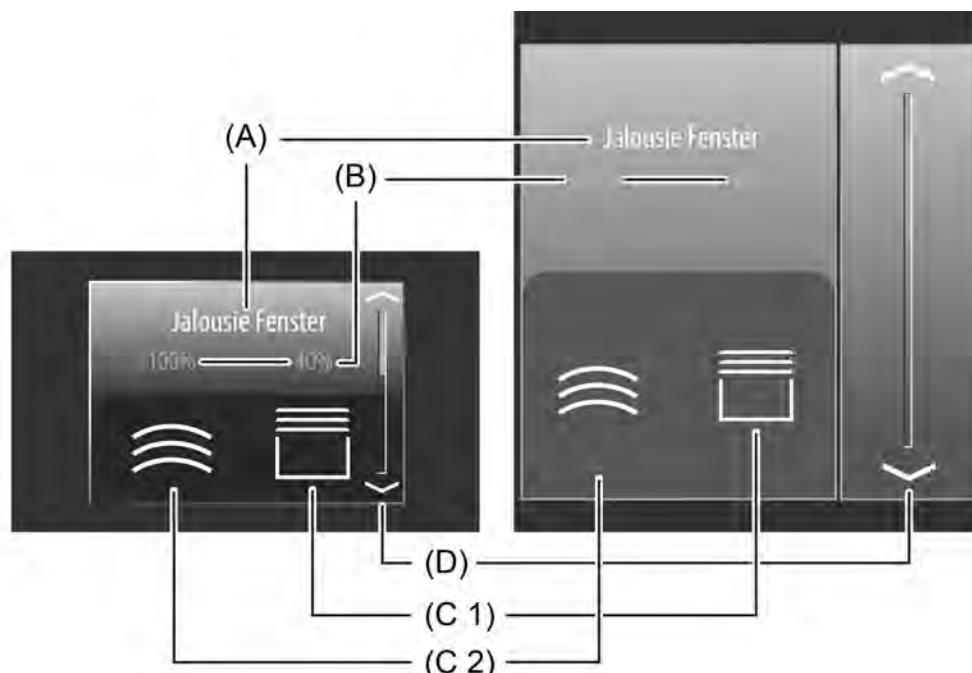

Bild 34: Beispiel für Bedien- und Anzeigeelement der Kanalfunktion
Der Anzeigebereich enthält verschiedene Darstellungselemente (Bild 34), die durch ETS-Parameter beeinflusst werden. Jedem KNX Kanal kann in der ETS eine Bezeichnung vergeben werden (A). Diese Text-Bezeichnung wird im Anzeigeelement zentriert zur Anzeige gebracht, wodurch steuerbare KNX Funktionen für den Anwender kenntlich gemacht werden (z. B. "Jalousie Fenster"). Zusätzlich kann unterhalb der Bezeichnung ein Statuswert (B) eingeblendet werden, der abhängig vom Objektwert der Positions-Rückmeldung des angesprochenen Jalousie- oder Rolladenaktors Positionswerte im Klartext anzeigt ("0...100 %"). Solange nach einem Gerätereset noch kein Rückmeldungs-Objektwert empfangen wurde, zeigt der Statuswert "---%" an.
Bei der Kanalfunktion "Jalousie/Rolllade (Step/Move/Step)" wird im Sensorelement ein Bargraph (D) angezeigt (Bild 34). Der Bargraph zeigt anhand der Positions-Rückmeldung des angesprochenen Jalousie- oder Rollladenaktors Positionswerte in grafischer Form an. Bei Auswahlbedienung visualisiert der Bargraph die Behanghöhe oder alternativ die Lamellenposition, abhängig davon, welches Element zur Bedienung im Anzeigebereich zuletzt ausgewählt wurde. Bei Direktbedienung zeigt der Bargraph immer nur die Behangposition. Die Positionsorientierung des Bargraph (aufsteigend, absteigend) ist abhängig davon, ob die Lamellensteuerung oder die Behangsteuerung ausgewählt wurde. Bei der Behangsteuerung fällt der Bargraph von oben nach unten, wenn die Position der angesteuerten Beschriftungsanlage größer wird. Analog steigt der Bargraph, wenn die Position geringer wird. Bei der Lamellensteuerung orientiert sich der Bargraph von unten nach oben. In diesem Fall steigt der Bargraph, wenn die Position der angesteuerten Lamellen größer wird. Analog fällt der Bargraph, wenn die Position sinkt. Bei Vollausschlag des Bargraph ist die maximale Behangposition erreicht oder die Lamellen sind vollständig geschlossen. Zeigt der Bargraph keinen Ausschlag an, ist der Behang vollständig eingefahren oder die Lamellen sind vollständig geöffnet. Der Bargraph ist immer sichtbar und ergänzt in der Regel die Statusanzeige per Statuswert und -symbol.